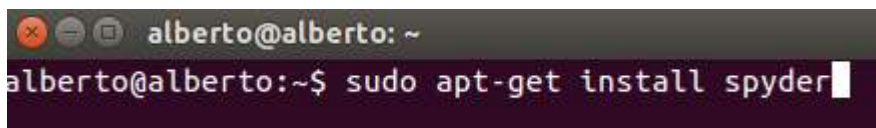

Figura 104: Comando de instalación del IDE Spyder
- Si se utilizar Python 2: `sudo apt-get install Spyder` (Figura 104)